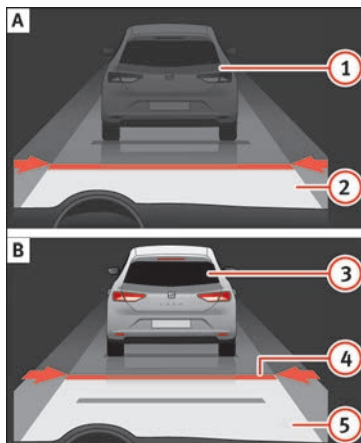
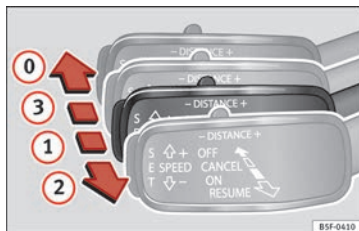

Fig. 209 Sur l'écran du combiné d'instruments : (A) ACC inactif (Standby). (B) ACC actif.
Fig. 211 À gauche de la colonne de direction : troisième levier pour utiliser le régulateur de vitesse adaptatif.
Indication d'état sur l'écran » fig. 209 :
s'allume sur le combiné d'instruments ☺ ; la vitesse programmée et l'état de l'ACC s'affichent à l'écran » **fig. 209**.
de 1 km/h (0,6 mph), déplacez le levier en position ② » fig. 211 ou appuyez sur la touche **SET**, respectivement.
Si besoin, la vitesse programmée peut être modifiée lorsque le véhicule est à l'arrêt ou lors de la conduite. Toute modification de la vitesse programmée est indiquée dans la partie inférieure gauche de l'écran du tableau de bord » fig. 209.
- Pour activer l'ACC, placez le troisième levier en position ① puis appuyez sur la touche **SET** ou placez le troisième levier de l'ACC en position ② » fig. 211. L'image de l'ACC sur l'écran du tableau de bord passe alors en mode *Actif* » fig. 209.
Pour désactiver l'ACC, placez le levier en position ① » fig. 211 (le faire emboîter). Le texte **ACC désactivé** s'affiche alors et la fonction est entièrement désactivée.
Si vous ne souhaitez pas désactiver l'ACC, mais passer temporairement en mode inactif (Standby), placez le troisième levier en position ③ » fig. 211 ou appuyez sur la pédale de frein.